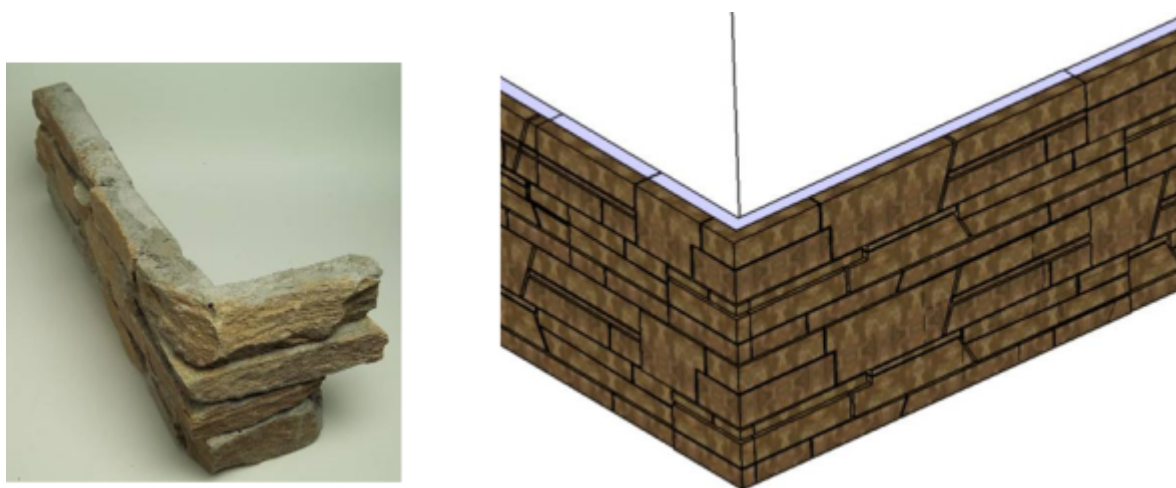

Figure 8b – Angles sortants avec continuité de STONEPANEL / STONEPANEL SKY – Angles préformés
- soit en utilisant les angles préformés (figure 8b), limité à une hauteur de 2,50 m,